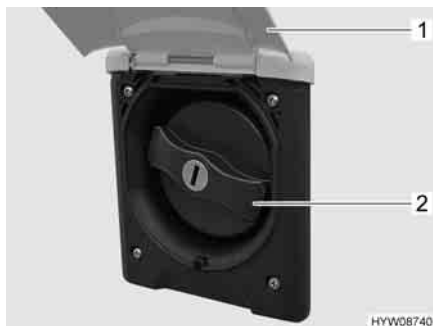

Fig. 151 Coperchio per bocchettone di riempimento dell'acqua potabile
- Sollevare lo sportello esterno (Fig. 151,1).
- Ruotare il coperchio blu (Fig. 151,2) di un quarto di giro.